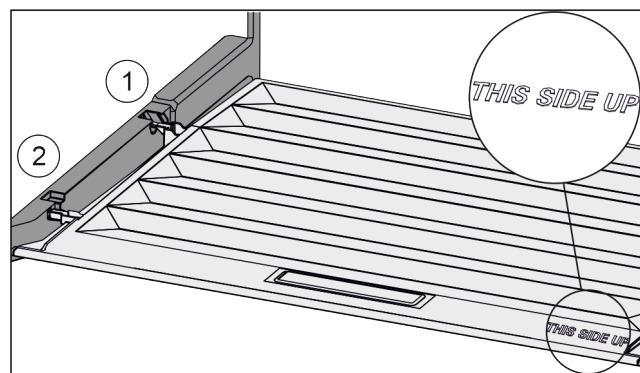

Fig. 28
- Výstupky víka zavedte do zadních držáků Fig. 28 (1) a vpředu zaklesněte do držáku Fig. 28 (2).